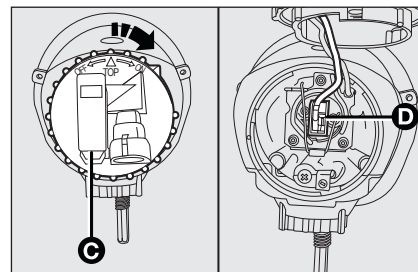

fig. 30
- svitare il coperchio **C**-fig. 30 e staccare il connettore **D**;